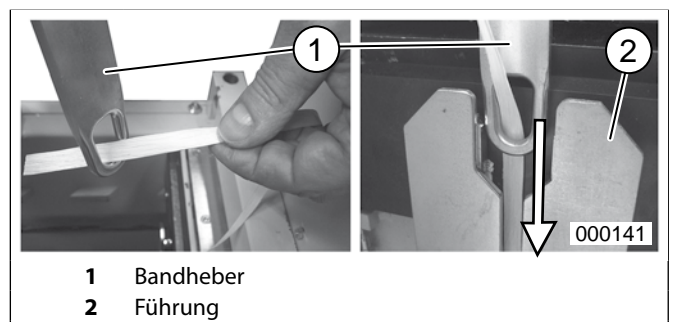

Abb.22 Bandheber
2. Einfüllklappe öffnen und beide Bandheber (Abb.22/1) herausnehmen.
6. Band-Ende vom Ziehseil lösen, wie gezeigt, durch den Bandheber (Abb. 22/1) führen, und Bandheber mit eingefädelttem Band wieder am Press-Stempel einsetzen (Abb. 22/2).